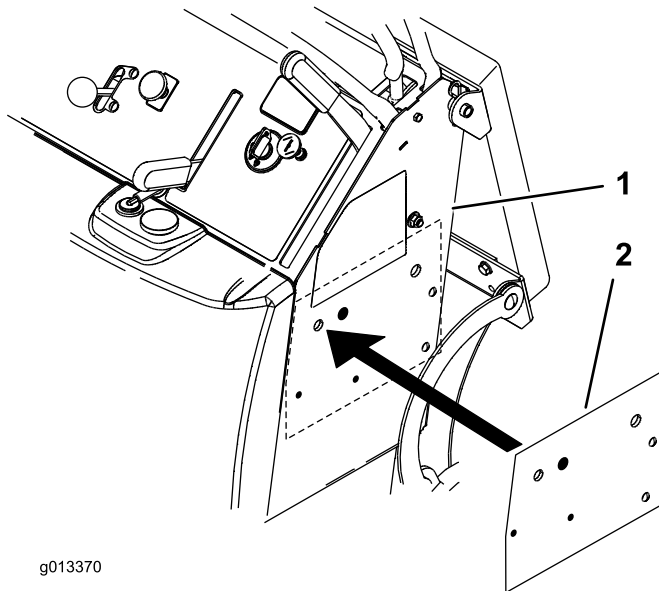

Figura 4
- 4. Localice los dos taladros existentes y coloque la guía en el lado izquierdo de la máquina (Figura 4).
- 5. Marque la posición de los taladros. No es necesario perforar los taladros pequeños si el tubo manual se monta en posición horizontal respecto al suelo (Figura 4).